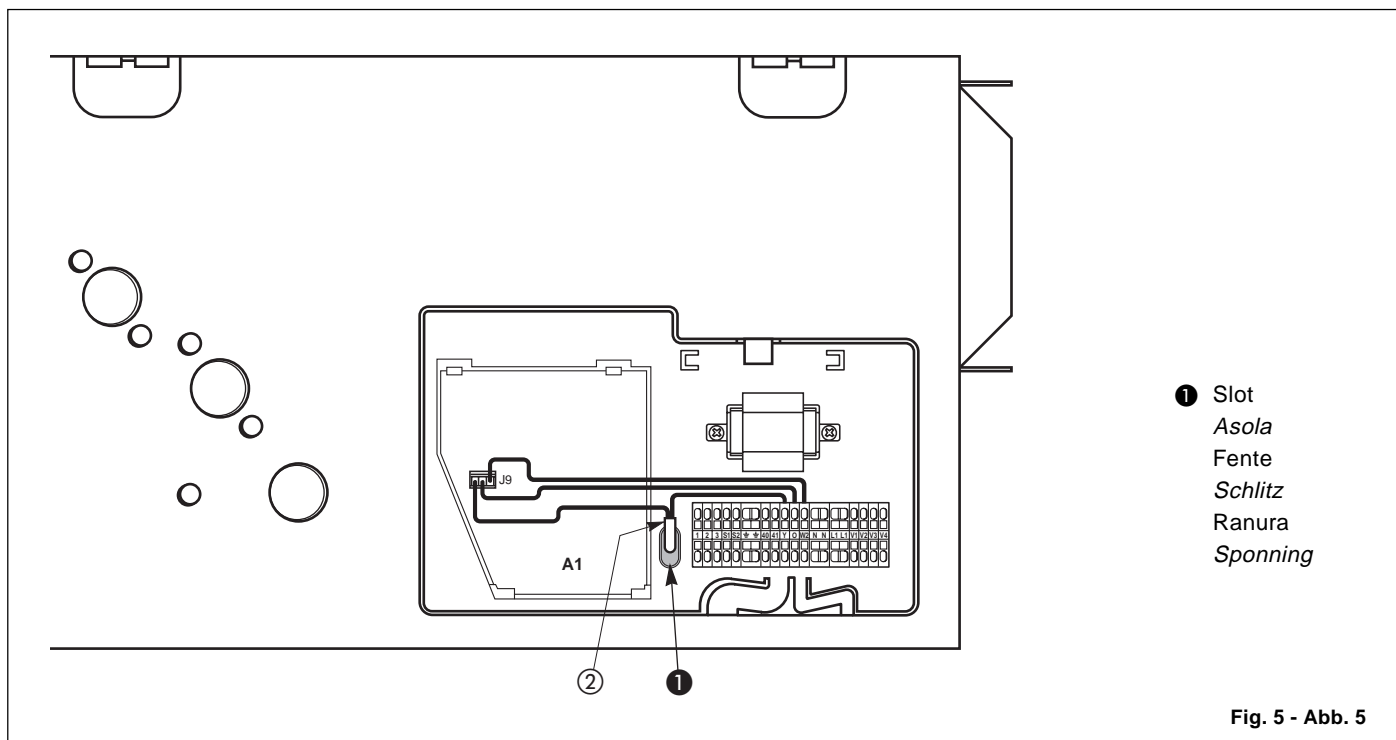
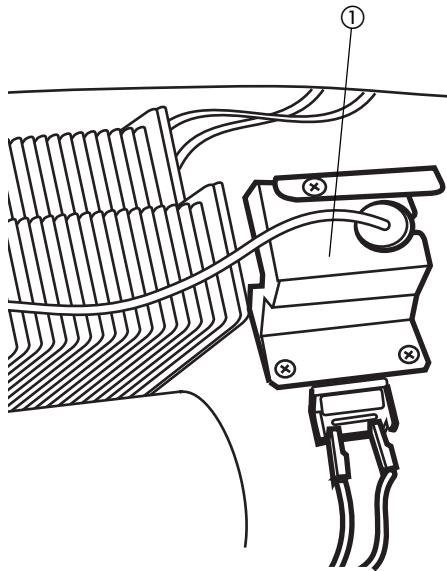
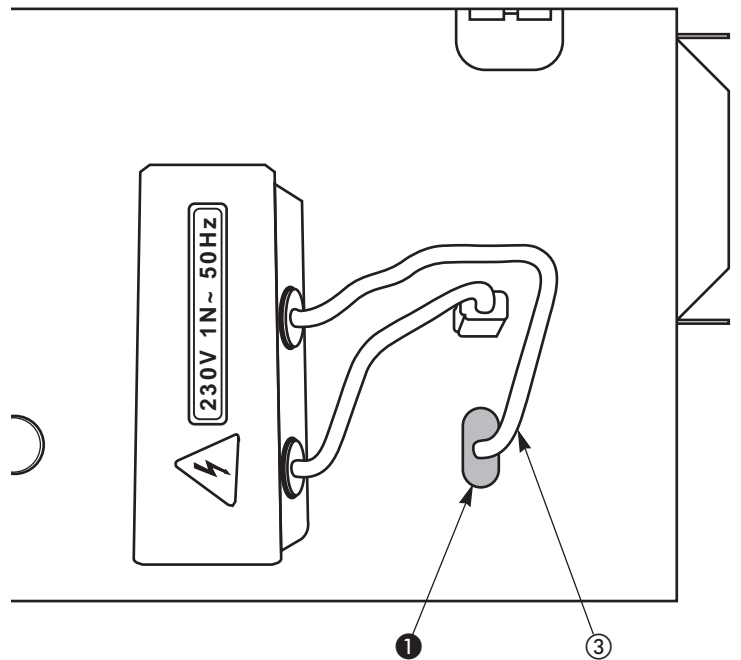

Fig. 5 - Abb. 5
Fig. 6 - Abb. 6
Fig. 7 - Abb. 7
- Take the cables ref. ② and connect the 3 cables with splice terminals to the 3 terminals that are now free. The connector located at the other end of the cable must be connected to board A1.
- Connect the 2 black quick-connect cables ref. ② to the thermostat (figure 6) passing them together with the sensors through slot ① (figure 5).
- Pass the 2 cables with quick-connect terminals ref. ③ through the slot ① (figure 7) and connect them to the thermostat (figure 6).
- Prendre les câbles réf. ② et brancher les 3 câbles à bornes à épissures sur les 3 bornes désormais libres. Le connecteur situé à l'autre extrémité du câble doit être branché sur le tableau A1.
- Brancher les 2 câbles noirs embrochables réf. ② sur le thermostat (figure 6) en les passant ainsi que les sondes à travers la fente ① (figure 5).
- Passer les 2 câbles à bornes embrochables réf. ③ par la fente ① (figure 7) et les brancher sur le thermostat (figure 6).
- Die Kabel (Posten ②) nehmen und die drei Kabel mit Spleißklemmen an die drei jetzt freien Klemmen anschließen. Der Konnektor am anderen Kabelende muß an Platine A1 angeschlossen werden.
- Die beiden schwarzen Schnellanschluß-Kabel, Posten ②, an den Thermostaten anschließen (Abb. 6), und sie dann zusammen mit den Sensoren durch Schlitz ① führen (Abb. 5).
- Die beiden Kabel mit Schnellanschlüssen, Posten ③, durch das Schlitz ① (Abb. 7) führen und an den Thermostaten anschließen (Abb. 6).